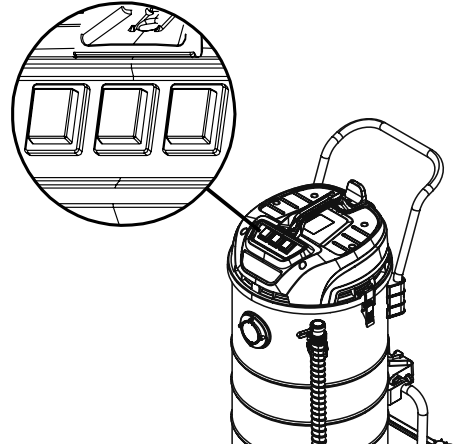

Fig. 17 – Botón de encendido/apagado
2. El aspirador APV 3690 tiene tres motores con tres interruptores de encendido/apagado independientes, de modo que el operador puede utilizar un solo motor o dos motores, o para aplicaciones en las que se requiere una mayor fuerza de succión, se pueden utilizar los tres motores (Fig. 17).